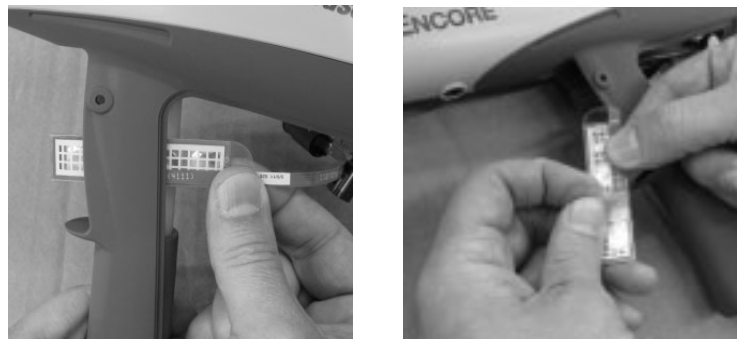

Figure 6-9 Pose du commutateur de gâchette – Étapes 1 et 2
1. Voir la Figure 6-9. Orienter le commutateur neuf avec la grille à l'opposé du tube d'entrée, puis faire prudemment passer l'extrémité carrée du commutateur (23) autour du côté gauche du tube d'entrée (25) et à travers la fente dans l'enfoncement de la gâchette.